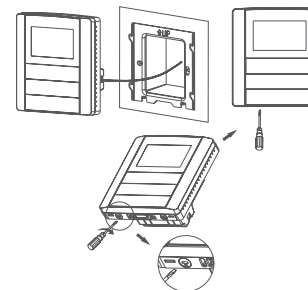

Рис.3. Установка терморегулятора в монтажную коробку
- Произведите подключение согласно электрической схеме подключения. После подключения проводов к терморегулятору прикрепите терморегулятор к опорной пластине как показано на рис. 3.